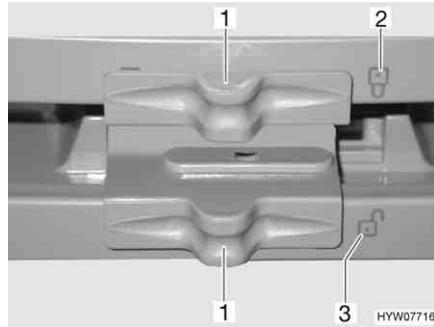

Bild 160 Verriegelung der Kühlschranktür/Frosterfachtür (Dometic 7er-Reihe mit separatem Frosterfach)
- Verriegelung (Bild 160,1) zur Seite schieben, so dass das offene Schloss "🔓" (Bild 160,3) sichtbar ist.
- Verriegelung (Bild 160,1) zur Seite schieben, so dass das geschlossene Schloss "🔒" (Bild 160,2) sichtbar ist.